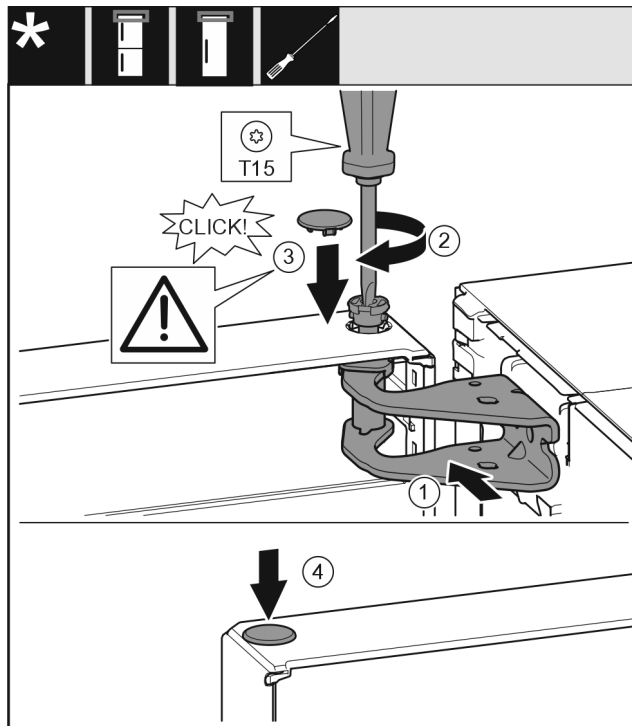

Fig. 20
- Dveře nahoře vyrovnejte s otvorem ve stojanu ložiska Fig. 20 (1).
- Vložte čep Fig. 20 (2) a pevně jej utáhněte šroubovákem.
- Nasadte kryt Fig. 20 (3).
- Zkontrolujte, zda kryt Fig. 20 (3) doléhá na dveře.
- Nasadte kryt Fig. 20 (4).